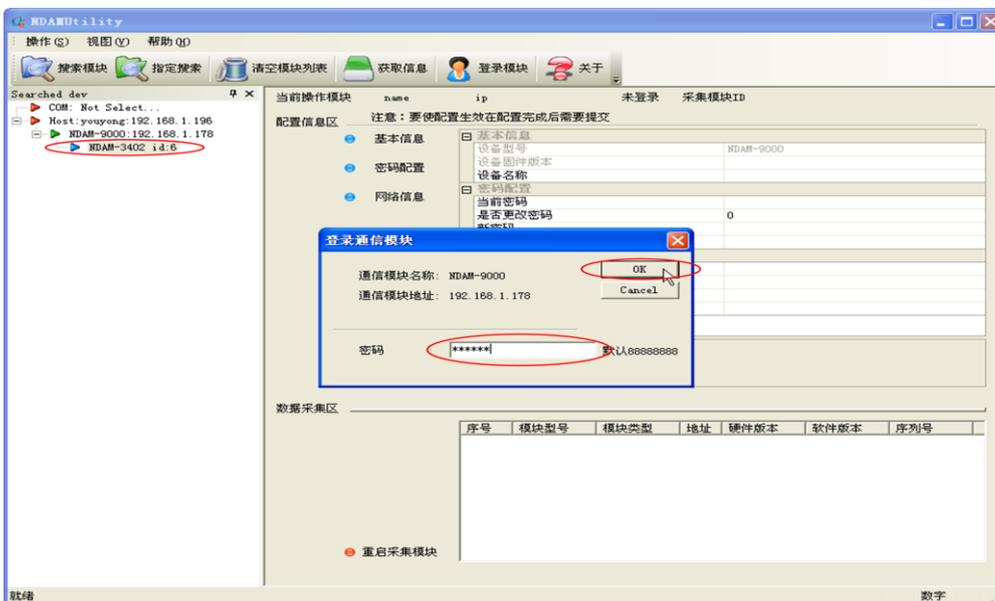

图 4.4 登陆设备
- 单击界面中的“NDAM-3402 addr: 6”，输入当前通讯模块的登陆密码后点击 OK，登陆设备，如图 4.4 所示；